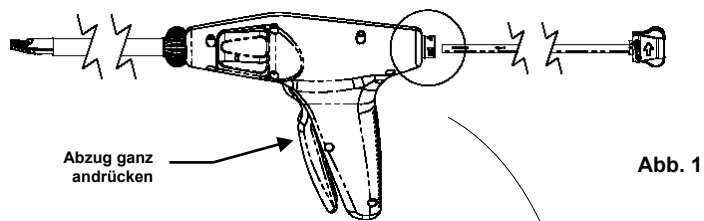

Abb. 1
3. Den Handstückabzug ganz gegen den Griff drücken (Abb. 1).